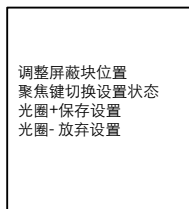

图3-12 窗口设置
4. 选择“窗口编号”后，再定位到“设置窗口”，按“光圈+”进入设置界面，如图 3-12 所示。